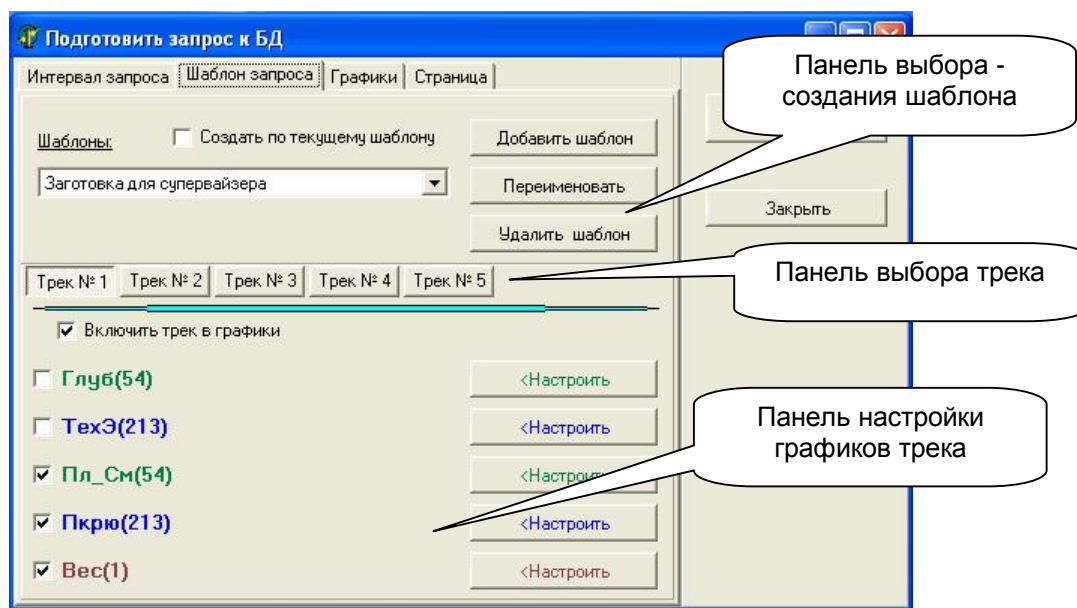

Рисунок 5. Закладка «Шаблон запроса»
На данной закладке (смотри рисунок 5) пользователь имеет возможность выбрать и настроить параметры БД, графики которых в конечном итоге будут созданы в результате выполнения команды. На рисунке мы видим следующее:
3. **Панель настройки графиков трека.** Позволяет настроить конкретный график. Можно указать: включать или не включать конкретный график трека. Если на треке не включен не один график, то трек исключается из запроса. Так, на рисунке (смотри рисунок 5) мы видим следующее:
- Из трёх настроенных графиков в запрос включены Пл_См(54), Пкрю(213) и Вес(1).